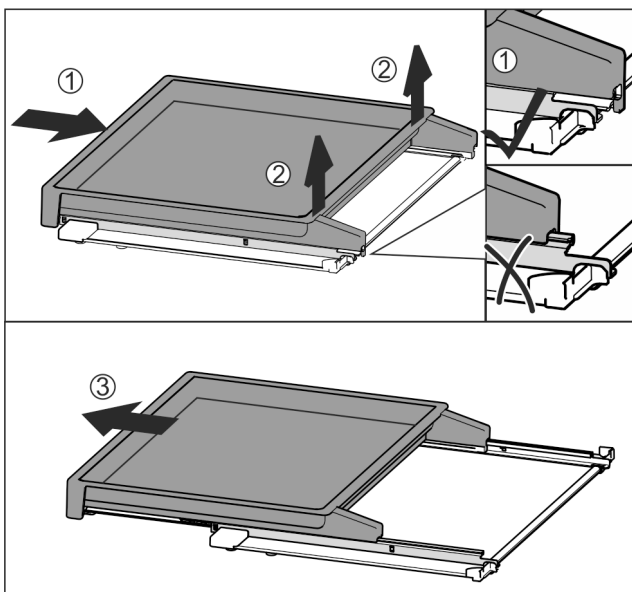

Fig. 112
- ▶ Skyv uttreksbordet helt inn Fig. 112 (1).
- ▶ Løsne forriglingen på bakre side Fig. 112 (2).
- ▶ Ta ut uttreksbordet fremover Fig. 112 (3).